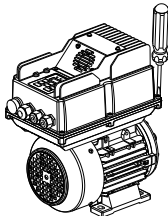
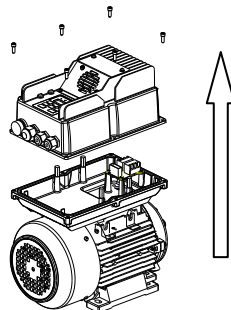
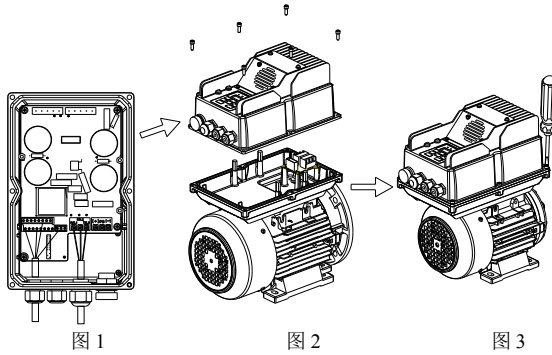

图 3-6(a) 图 1
图 2
图 3-7(b) 操作面板外置远程操作示意图
a. 上壳拆卸操作按图 3-6 (a) 中 1 所示方向用螺丝拆卸工具，拆除螺丝，同时按图 2 所示方向抬起上壳，拆卸完成。
b. 安装线缆按图 3-7(b) 中 1 所示方向从防水接头中穿入需要接入的线缆，并把线缆打在相应的端子上。按照如图 2 方法把上壳安装在底壳上，并锁紧螺丝（图 3）。